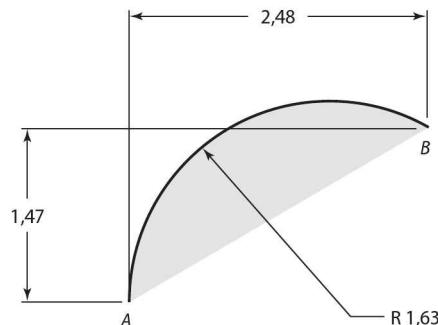

Figura 6-14 Questão 2 – Escreva o comando para o método do raio.
- Utilizando as informações da Figura 6-14, escreva três comandos de arco diferentes: o comando padrão de A para B, o arco maior de 180 graus de A para B (utilize o símbolo de menos para o arco maior) e o arco padrão de B para A.